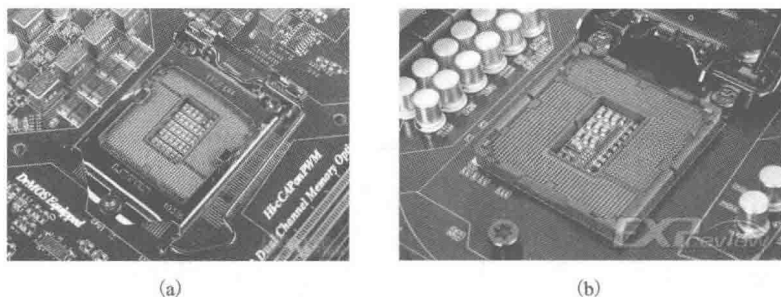
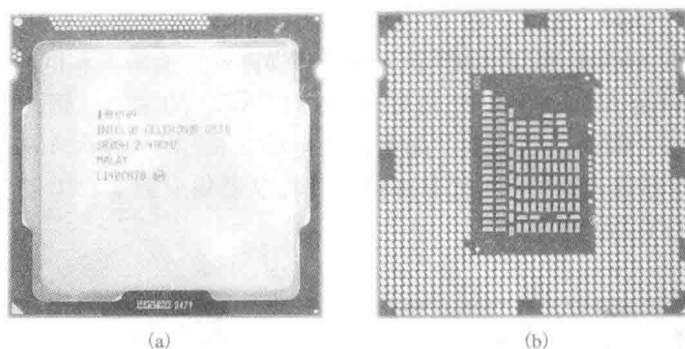

图 1-3 Intel (LGA1155) CPU 脚座
图 1-4 Intel(LGA1155) CPU
(2) Intel (LGA1155) CPU 脚座及 CPU (图 1-3、图 1-4)